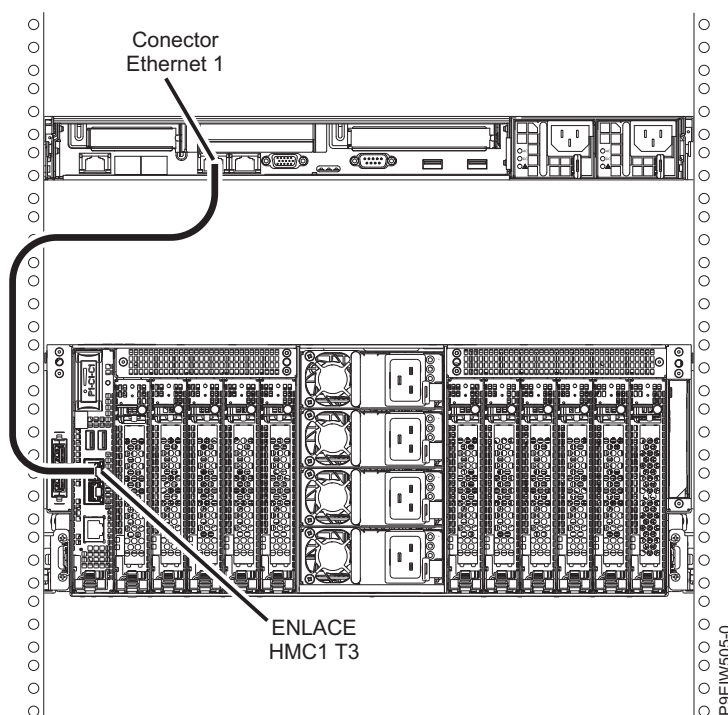

Figura 26. Conexión directa de la HMC al sistema gestionado
1. Si desea conectar directamente la HMC al sistema gestionado, conecte el **Conector Ethernet 1** de la HMC al puerto **HMC1 (T3)** del sistema gestionado, como se muestra en la Figura 26